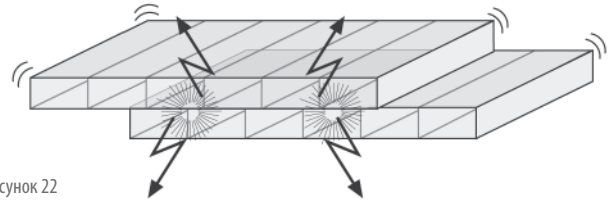

Рисунок 22
4. Не допускайте скольжения листов друг по другу, даже когда они все ещё защищены маскировочной пленкой. Это действие генерирует статическое электричество, которое притягивает пыль и грязь (Рисунок 22).